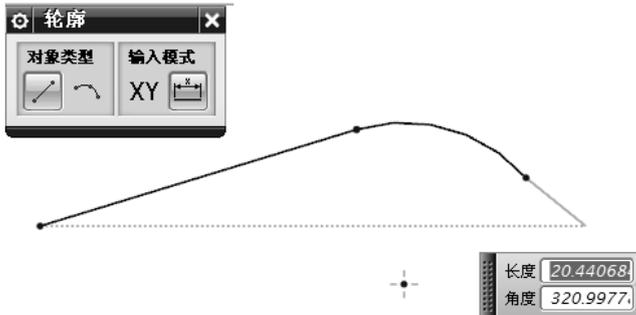

图 2-15 绘制轮廓线
- (1) 轮廓 : 用线串模式创建一系列连续的直线或圆弧, 如图 2-15 所示。